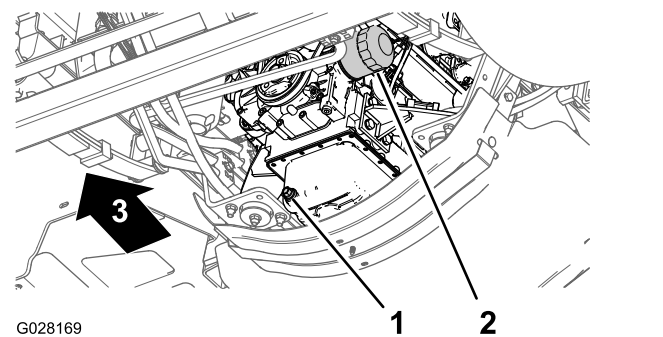

Figura 70
3. Coloque un recipiente de drenaje debajo del filtro de aceite del motor (Figura 70).
4. Retire el filtro de aceite usado (Figura 70).
8. Instale el filtro de aceite en el adaptador de filtro, gire el filtro de aceite en sentido horario hasta que la junta de goma entre en contacto con el adaptador del filtro, luego apriete el filtro media vuelta más (Figura 70).
1. Coloque un recipiente debajo del tapón de vaciado (Figura 70).
2. Retire el tapón de vaciado y deje que el aceite se drene completamente (Figura 70).